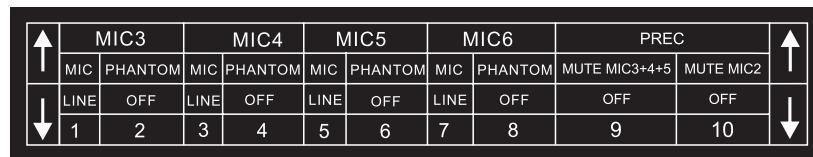

Fig. 4.5.3 - Dip-switch (20)
Gli ingressi **MIC2, MIC3, MIC4, MIC5 e MIC6 (19)** sono configurabili in modo indipendente come ingressi microfonici (con o senza alimentazione Phantom) o come ingressi di linea. La selezione della modalità è ottenuta tramite l'azione diretta i micro-interruttori (20) e (22) - vedi Fig. 4.5.3/4.5.4 e par. 5.7:
The **MIC2, MIC3, MIC4, MIC5** and **MIC6** inputs (19) are independently configurable as either microphone inputs (with or without Phantom power) or line inputs. The user can select the desired mode by directly operating the micro-switches (20) and (22) - see Figs. 4.5.3/4.5.4 and Point 5.7: